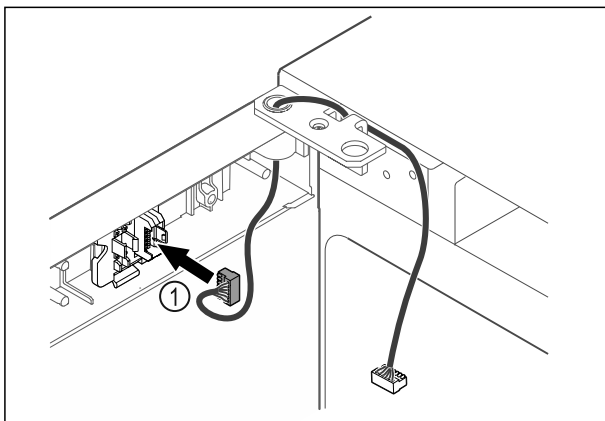

Fig. 38
- ▶ Stecker Fig. 38 (1) in Steckerhalterung einstecken.